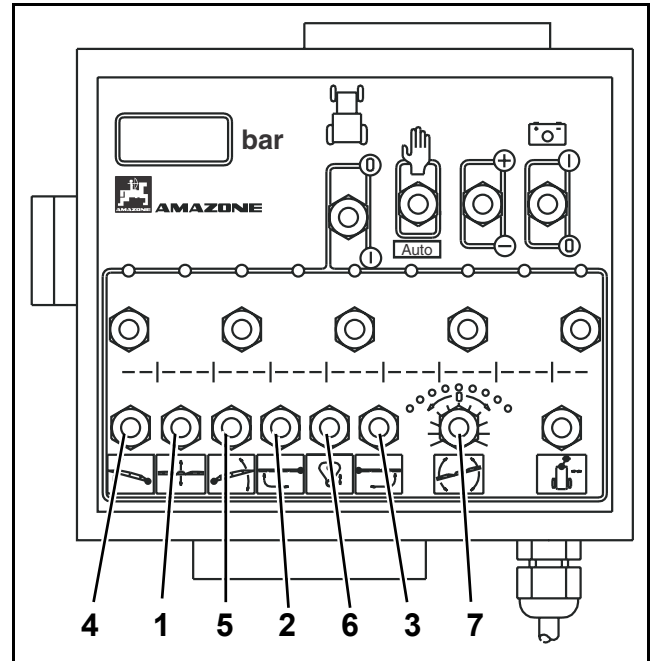
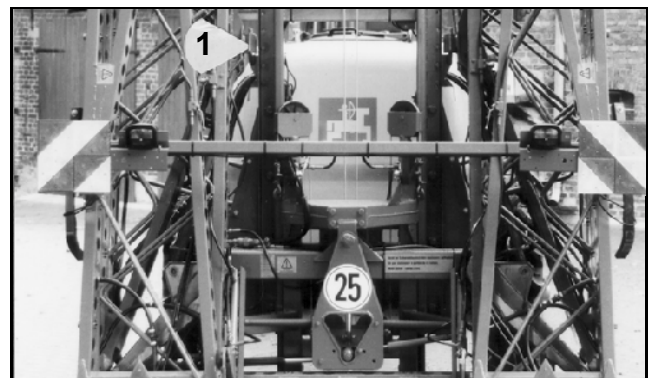

Fig. 8.68
Fig. 8.70
- Maintenez les interrupteurs (Fig. 8.68/2 et Fig. 8.68/3) sur la position "replier" jusqu'à ce que tous les tronçons de la rampe soient totalement repliés et les deux faisceaux de bras repliés relevés obliquement.
- Maintenez les interrupteurs (Fig. 8.68/4 et Fig. 8.68/5) sur la position "relever" jusqu'à ce que les deux faisceaux de bras de rampe soient relevés obliquement.
- Abaissez complètement la rampe en utilisant la touche de réglage de hauteur (Fig. 8.68/1), jusqu'à ce que les supports de réception se désolidarisent des berceaux de réception (Fig. 8.70).
- Dans le cas où les supports de réception (Fig. 8.70/1) ne se solidariseront pas avec les berceaux de réception, actionnez l'interrupteur (Fig. 8.68/7) de la correction d'assiette de manière à amener la rampe parallèle au châssis du pulvérisateur.